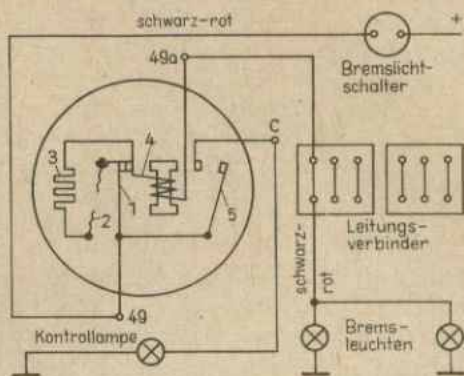

Abb. 88
auch bei Schaltung der Bremsleuchten als Rückfahrlight wirksam – läßt bei jeder Bremsbetätigung erkennen, ob beide Bremsleuchten funktionieren. Leuchtet nur eine Bremsleuchte, so bleibt die Kontrolllampe dunkel, ebenso beim Ausfall des Bremslichtschalters, einem Kabelbruch usw. Wie die Abbildung 88 zeigt, dient ein Blinkgeber 6 V, 2×15 W, dessen Hitzdraht (2) defekt ist oder entfernt wurde, als Kontrollrelais. Der Strom fließt über den Blinkanker (1), über dessen auf Grund des defekten Hitzdrahtes geschlossenen Kontakte in die Stromspule 4, über Klemme 49 a zum Leitungsverbinder (unter dem Armaturenbrett) und zu den Bremsleuchten. Der Kontrollanker (5), der die Kontrolllampe einschaltet, wird von der Stromspule nur angezogen, wenn der Gesamtstrom beider Leuchten fließt.